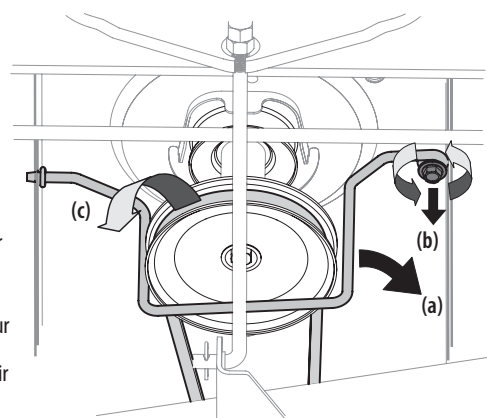

Figure 30
3. Enlevez la tige de retenue de la courroie (a) autour de l'extrémité de la tige de retenue en retirant le boulon autotaraudeur (b) qui la fixe. Voir Figure 30.
4. Retirez la courroie (c) autour de la poulie du moteur et de la poulie de tension. Voir Figure 30.